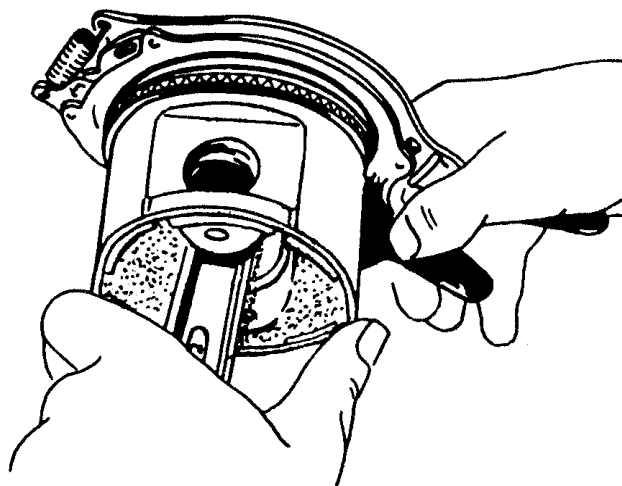

Рис.71. Снятие поршневых колец с поршня приспособлением 5-У-11388
50. Съемником 5-У-11388 снять поршневые кольца с поршней (рис.71) и разложить их в порядке установки.